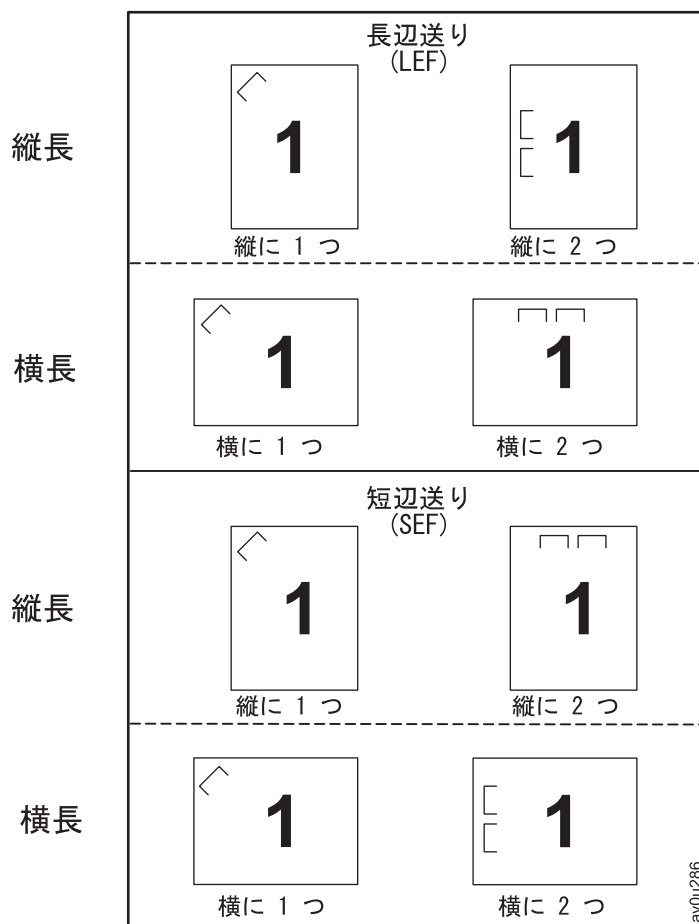

図 1. ホッチキス位置
3. 図 1 で選択するホッチキス・オプションを決定します。ホッチキス位置を決定する要素は 3 つあります。